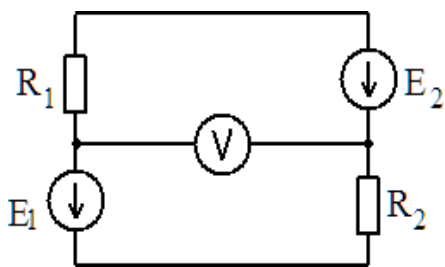

Рис.3
74. По заданной вольт-амперной характеристике (Рис.3) определить сопротивление и проводимость приемника.
75. В цепи (Рис.3) $R_1=15 \text{ Ом}$; $R_2=25 \text{ Ом}$; $E_1=120 \text{ В}$ $E_2=40 \text{ В}$. Определить показания вольтметра.